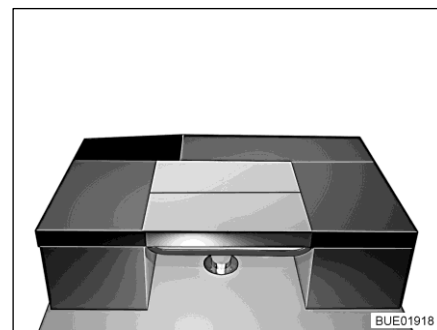

Bild 169 Efter ombyggnaden
- Lägg ryggdynan för sittbänken tvärt över bordet (se Bild 169).